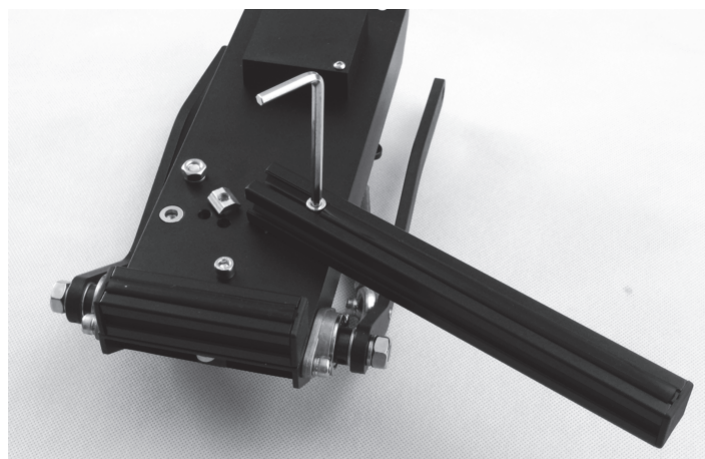

Рис. 2.9.
- 4.5. Прикрутите ноги к корпусу винтом М5х25 с шайбой Гровера. Винт необходимо вкручивать в бонку осевого отверстия с внешней стороны корпуса (рис. 2.9).